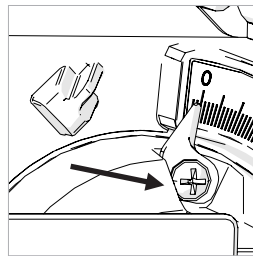

Fig. 24
- Lösen Sie die Schraube des Abschrägungsanzeigers mit einem #2 Kreuzschlitzschraubendreher. (**Abb. 24**)